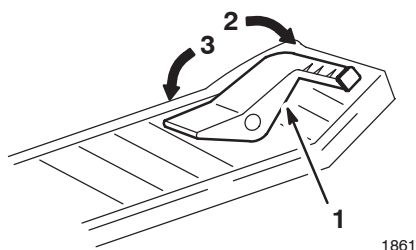

Bild 13
2. Stellen Sie Ihren Fuß auf das Fahrpedal und verlagern Sie langsam Druck auf die Oberseite des Pedals, um vorwärts zu fahren oder auf die Unterseite, um rückwärts zu fahren (Bild 13).